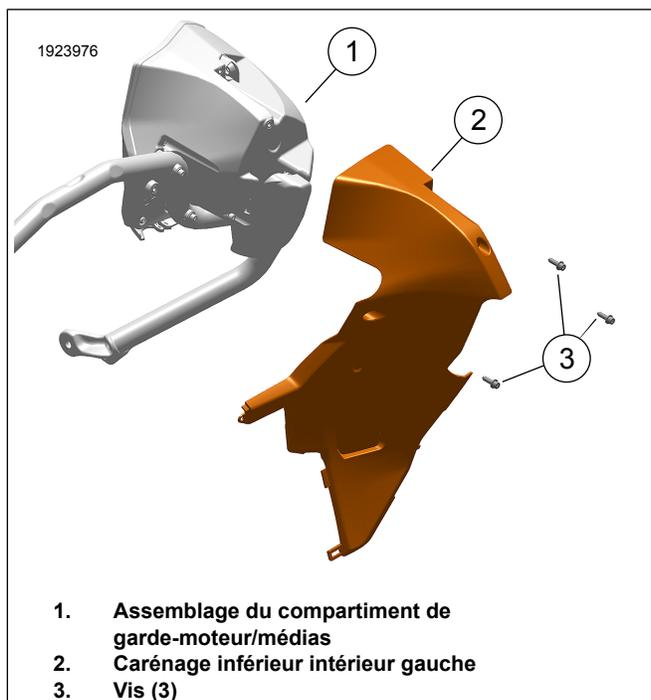

Figure 3. Carénage inférieur intérieur gauche
4. Voir la Figure 3. Enlevez le carénage inférieur intérieur gauche (2).
- a. Retirez les vis (3) en fixant le carénage inférieur intérieur à l'assemblage de la boîte de médias (1).
6. Voir la Figure 3. Installez le carénage inférieur intérieur gauche (2).
- a. Fixez le carénage inférieur intérieur à l'assemblage de la boîte de médias (1) à l'aide de l'œillet inférieur et des vis (3). Serrer.